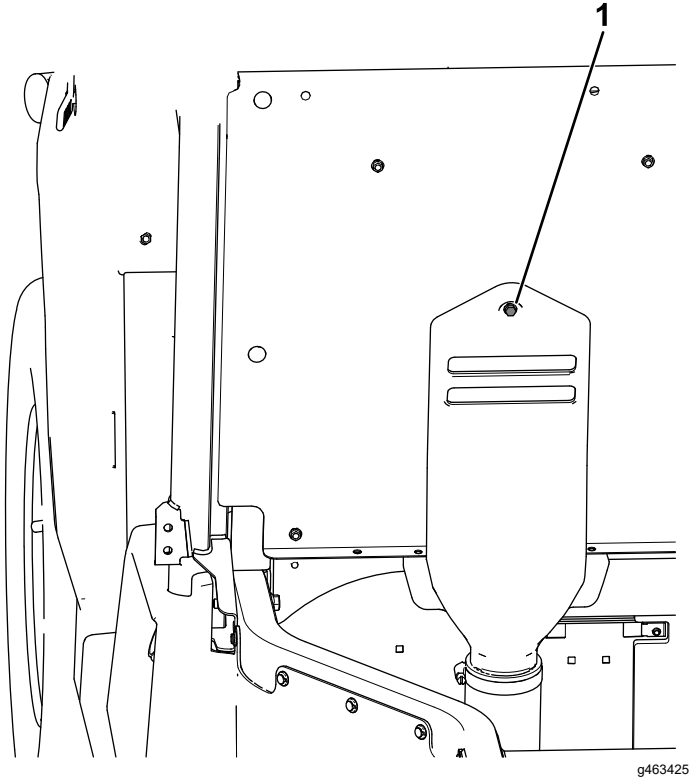

Figura 28
- F. Inserite il bullone prigioniero collegato alla cappa della presa d'aria CVT nel foro mostrato sul pannello sedili (Figura 28).